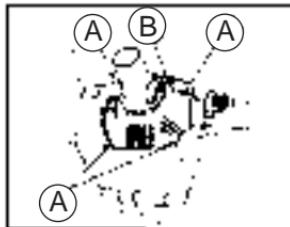

Abb. 1
Laguna Utility Pump 4, 5, 6 und 7: Benutzen Sie einen Kreuzkopfschraubenzieher zum Lösen der vier Schrauben (A), die am Motordeckel befestigt sind (B). (Abb. 1)